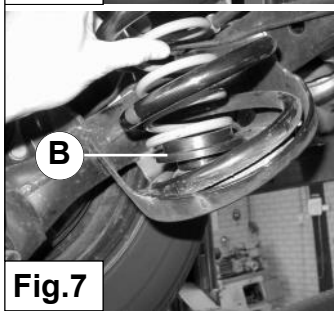

Fig.7
6. Plaats de veerschotels **B** met een diameter van 43 mm onder hulpveer **C**. Zie fig. 7.
6. Place spring seat **B** with a diameter of 43 mm under the auxiliary spring. See fig. 7.
6. Montieren Sie den Federteller **B** mit Durchmesser von 43 mm unter die Hilfsfeder **C**. Sehe fig. 7.
6. Placez les coupelles **B** d'un diamètre de 43 mm sous le ressort auxiliaire **C**. Voir fig. 7.